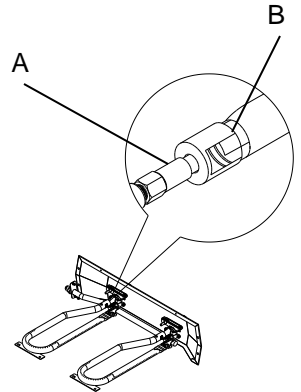

Fig.11
2. Assurez-vous que l'ergot de l'orifice (A) est à l'intérieur du venturi du brûleur (voir la Fig. 11).